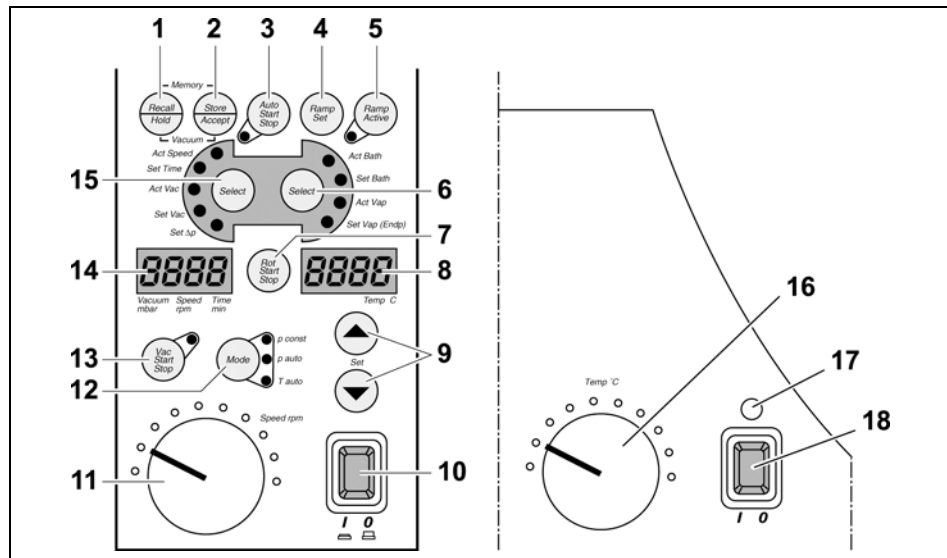

Bild 6-1: Bedienpanel Basisgerät / Heizbad
- ✓ Rotationsverdampfer ist betriebsbereit und am Netzschalter Basisgerät eingeschaltet (Bild 6-1 (10)).
Bei Solltemperaturen, die über 100 °C liegen, erscheint für eine Sekunde im Display (Bild 6-1 (8)) der Hinweis: **OIL**.
1. Heizbad durch Drücken des Netzschalters Heizbad (Bild 6-1 (18)) einschalten.
Netzschalter Heizbad (Bild 6-1 (18)) leuchtet grün.
2. Mit Drehknopf Heizbad (Bild 6-1 (16)) die Temperatur mindestens 20 °C höher als die Solltemperatur einstellen.
3. Taste **Select** (Bild 6-1 (6)) drücken, bis LED **Set Bath** leuchtet.
4. Mit den Pfeiltasten (Bild 6-1 (9)) den Sollwert einstellen.
Im Display (Bild 6-1 (8)) steht die Solltemperatur. Nach 5 Sekunden erscheint der aktuelle Istwert im Display, die LED **Act Bath** leuchtet.
Die leuchtende gelbe Kontrollleuchte Heizbad (Bild 6-1 (17)) über dem Netzschalter Heizbad (Bild 6-1 (18)) zeigt an, dass sich das Heizbad in der Heizphase befindet.
- Taste **Select** (Bild 6-1 (6)) drücken, bis LED **Act Vap** leuchtet.
Die Siedetemperatur wird im Display (Bild 6-1 (8)) angezeigt.
- Taste **Vac Start Stop** (Bild 6-1 (13)) drücken.
Die LED neben der Taste **Vac Start Stop** (Bild 6-1 (13)) leuchtet beim Einschalten.
Bei erneutem Drücken der Taste **Vac Start Stop** (Bild 6-1 (13)) schaltet das Gerät die Vakuumregelung aus.
Bei ROTAVAC vario control ist die Einstellung eines Werts für Δp überflüssig. Im Display (Bild 6-1 (14)) erscheint bei **Set Δp** : ----. Die Vakuumregelung erfolgt über die Drehzahl der Pumpe.
1. Taste **Mode** (Bild 6-1 (12)) drücken, bis LED **Mode p const** leuchtet.
2. Taste **Select** (Bild 6-1 (15)) drücken, bis LED **Set Vac** leuchtet.
3. Mit den Pfeiltasten (Bild 6-1 (9)) gewünschtes Soll-Vakuum einstellen.
Der Soll-Vakuumwert wird im Display (Bild 6-1 (14)) angezeigt.
4. Taste **Select** (Bild 6-1 (15)) drücken, bis LED **Set Δp** leuchtet.
5. Mit den Pfeiltasten (Bild 6-1 (9)) gewünschte Schaltdifferenz (Hysterese) Δp einstellen.
1. Taste **Mode** (Bild 6-1 (12)) drücken, bis LED **Mode T auto** leuchtet.
2. Taste **Select** (Bild 6-1 (6)) drücken, bis LED **Act Vap** leuchtet.
4. Taste **Select** (Bild 6-1 (6)) drücken, bis LED **Set Vap** leuchtet.
5. Mit den Pfeiltasten (Bild 6-1 (9)) gewünschte Soll-Temperatur einstellen.
Die Soll-Temperatur wird im Display (Bild 6-1 (8)) angezeigt.
Nach fünf Sekunden erscheint **Endp** im Display (Bild 6-1 (14)).
6. Mit den Pfeiltasten (Bild 6-1 (9)) den gewünschten Enddruck, nach dem die Destillation abgebrochen werden soll, einstellen.
Der eingestellte Enddruck erscheint im Display (Bild 6-1 (8)).